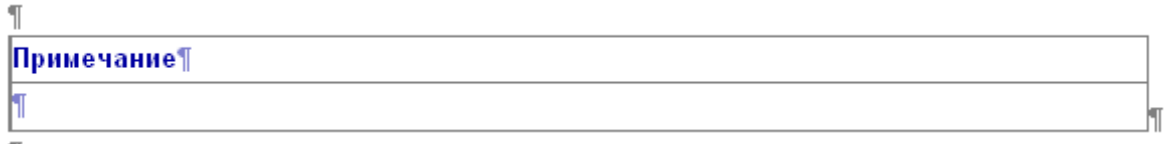

Рисунок 387
2) Установите курсор в место вставки блока и на панели инструментов **Вставка** нажмите на кнопку с названием блока. После этого появится таблица с заголовком блока (рисунок 387).